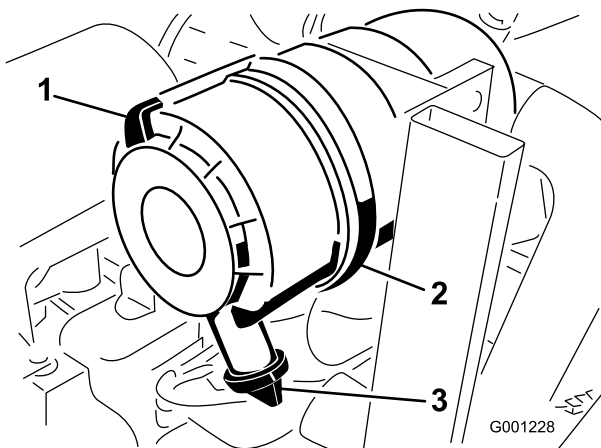

Bild 47
1. Ziehen Sie den Riegel nach außen und drehen Sie die Luftfilterabdeckung nach links (Bild 47).
2. Entfernen Sie die Abdeckung vom Luftfiltergehäuse (Bild 47).
8. Setzen Sie die Abdeckung ein, richten Sie das Gummiablassventil nach unten, ungefähr zwischen 17.00 und 19.00 Uhr (vom Ende her gesehen) (Bild 47).